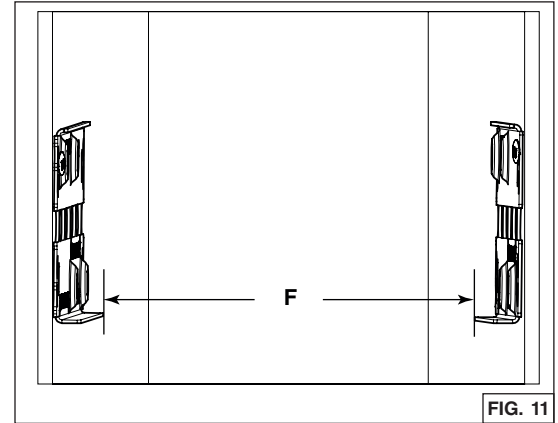

FIG. 11
7. Medir la distancia entre ambos bordes inferiores de los soportes (F) (FIG. 11). La tabla siguiente indica la distancia adecuada.